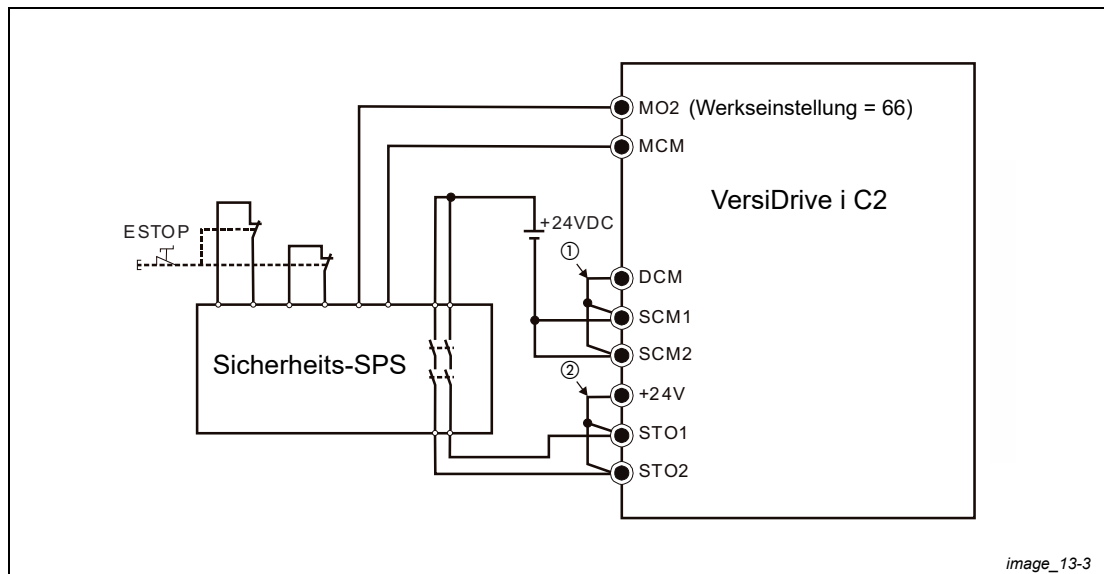

Abb. 14-3: Sicherheitskreis mit Sicherheits-SPS
- ① Entfernen Sie die Kurzschlussbrücken zwischen +24 V-STO1-STO2 und DCM-SCM1-SCM2.
- ② Die Verdrahtung mit der Sicherheits-SPS ist in Abb. 14-3 dargestellt. Die Kontakte des NOT-HALT-Tasters (ESTOP) müssen im Normalzustand geschlossen sein, damit der Betrieb des Frequenzumrichters freigegeben ist.
- ③ Nach Betätigung des NOT-HALT-Tasters (Kontakte geöffnet), tritt der Zustand des sicher abgeschalteten Moments (STO-Modus) ein, woraufhin der Ausgang des Frequenzumrichters abschaltet und die Bedieneinheit STO anzeigt.